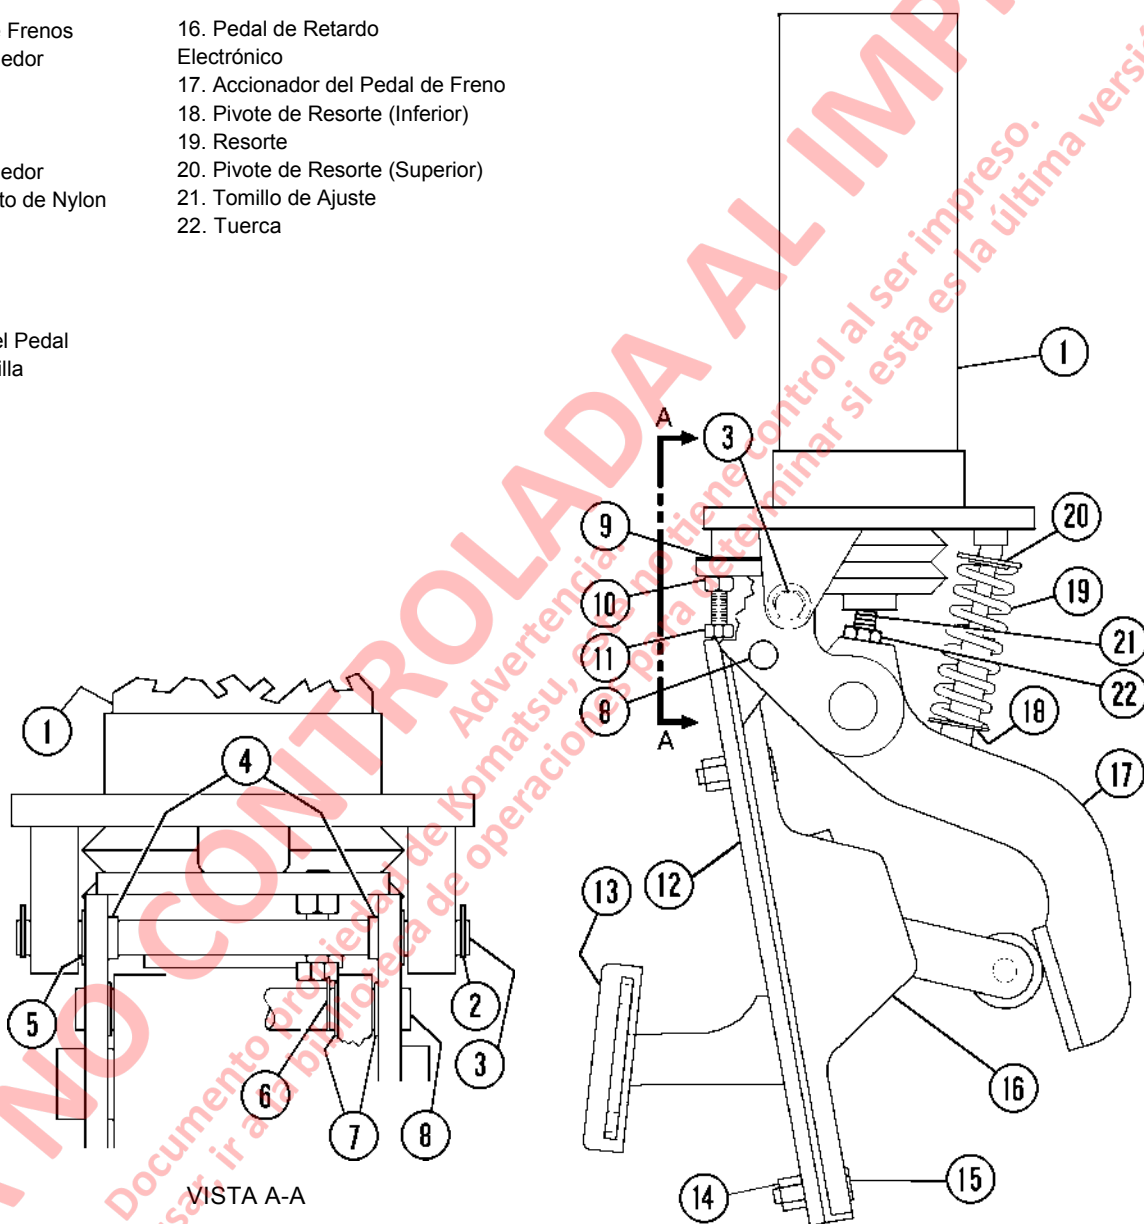

FIGURA 3-3 VÁLVULA DE FRENOS CON PEDAL DE RETARDO
1. Si todavía no lo ha desmontado, desmonte el pedal de retardo electrónico (16, Figura 3-3) del pedal de freno, sacando el eje de pivote (8).